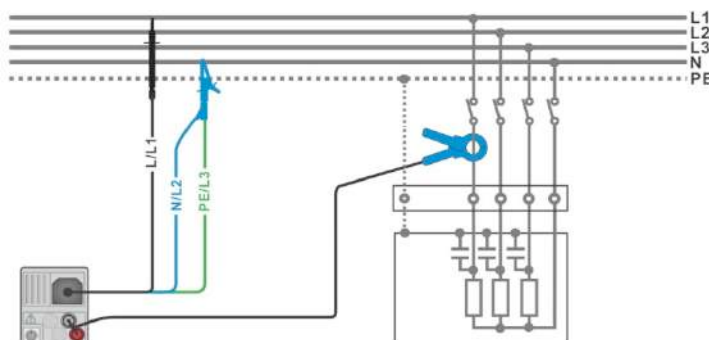

Рисунок 7.59: Измерение мощности.
- › Подсоедините провода для измерения напряжения и токовые клещи к испытываемому объекту (см. рис. 7.59).